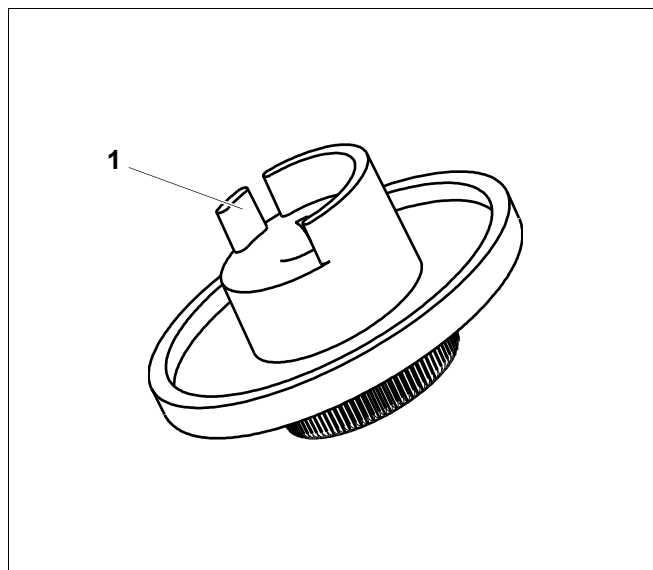

Рис. 4 Ручка настройки
- Отломите стопор (→ рис. 4, [1]).